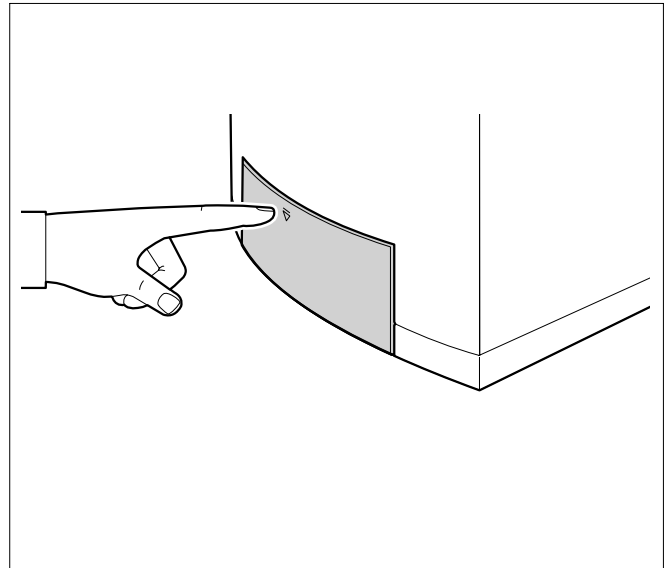

Fig. 3 Deschiderea sertarului panoului de control
- Apăsați scurt sertarul din partea inferioară a cazanului de încălzire, pentru a-l deschide (vezi Fig. 3).